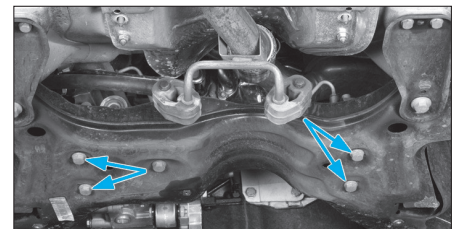

FIG. 21
• Dévisser le mécanisme de direction du berceau et l'attacher à la caisse avec du fil métallique (Fig.21)